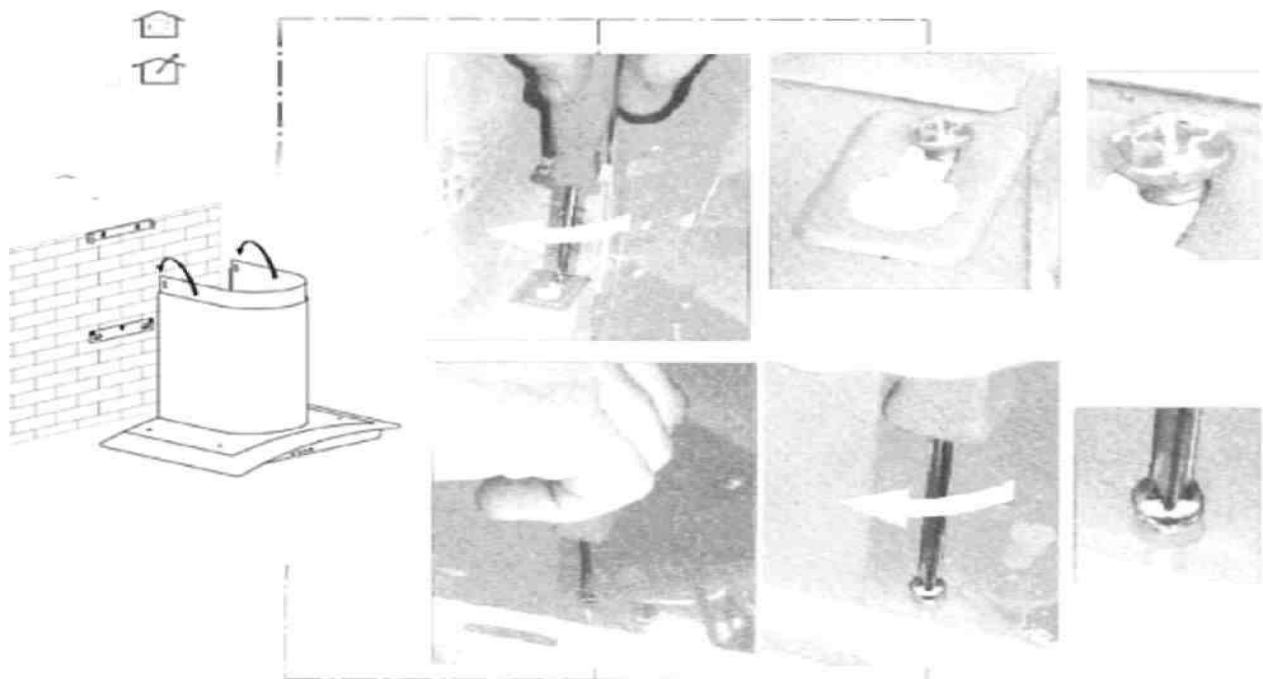

Рис. 5
5. Завесте вытяжку на винты (смотрим рис. 5) и прикрепите ее к стенке так, что до упора затянете вспомогательные и крепежные винты (следующая страница вверху).